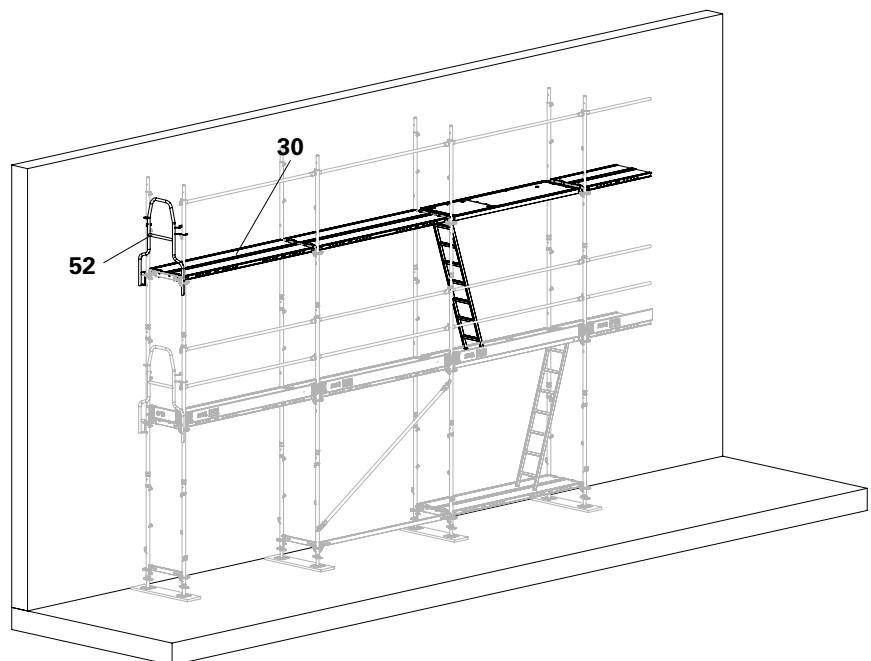

Fig. B4.02
5. Install decking (**30**). (Fig. B4.02)